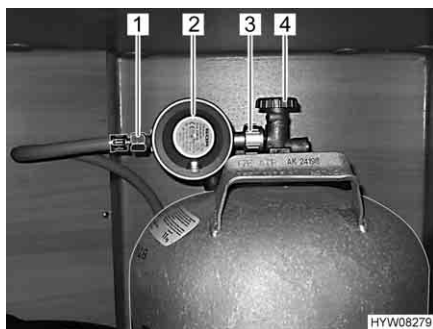

Fig. 129 Raccordo bombola del gas
- Chiudere la valvola principale di arresto (Fig. 129,4) della bombola del gas. Osservare la direzione della freccia.
- Tenere fermo il regolatore di pressione del gas (Fig. 129,2) e aprire il dado zigrinato (Fig. 129,3) con una chiave speciale adatta (filettatura sinistra).
- Rimuovere il regolatore di pressione del gas con il tubo del gas (Fig. 129,1).
- Collocare il regolatore di pressione del gas (Fig. 129,2) con il tubo del gas (Fig. 129,1) sulla bombola del gas e serrare bene il dado zigrinato (Fig. 129,3) con una chiave speciale adatta (filettatura sinistra; **non** serrare eccessivamente).